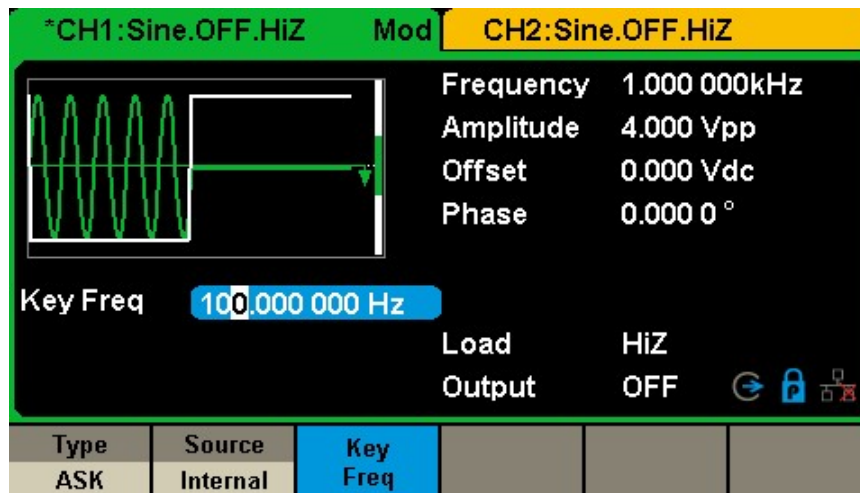

図 28 ASK 変調の設定インターフェース
**Mod** → **Type** → **ASK** を押すと、ASK 変調のパラメータが図 28 に表示されます。